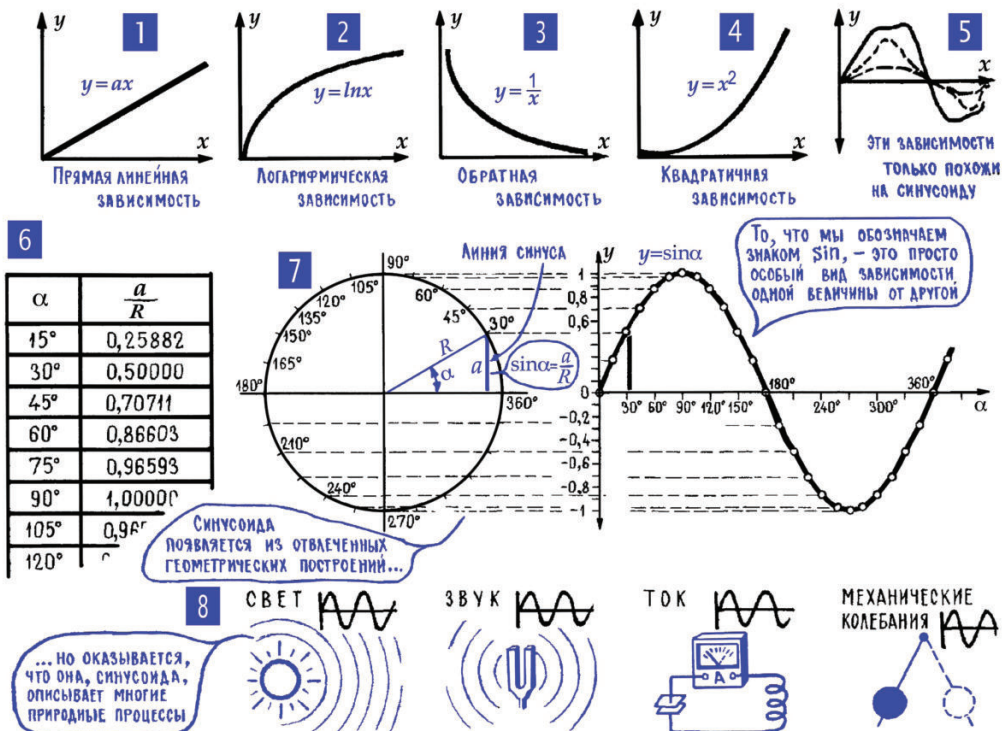

Рис. 6.10. Различные виды зависимостей физических величин
11. Замечательная кривая – синусоида описывает множество самых разных процессов. В мире происходит бесчисленное множество естественных и искусственных процессов, в которых одни какие-нибудь величины зависят от других каких-нибудь величин. Температура звезды зависит от плотности ее вещества, вес зайца – от количества съеденной им травы, скорость автомобиля – от количества сжигаемого бензина, ток в цепи – от ЭДС генератора и т. д. и т. п. Зависимости эти бывают самые разные (рис. 6.10), в том числе и описываемые чрезвычайно сложными уравнениями. Посреди всех возможных зависимостей одной величины от другой особое место занимает та, которую мы называем синусоидальной. Она была открыта очень давно при исследовании некоторых геометрических построений, но потом оказалось, что именно такая синусоидальная зависимость характерна для самых различных природных явлений.
У синусоиды чисто табличное происхождение. Если мобилизовать фантазию, то можно представить себе, как безвестный древний математик нарисовал круг, провел через центр две перпендикулярные оси и, вращая по кругу радиус, стал измерять длину линии a , которую он назвал «линией угла», или, что то же самое, «линией синуса» (рис. 6.0; 7). Свои измерения наш математик свел в таблицу (рис. 6.10; 6), в которой было всего два столбца: угол поворота радиуса α и цифра, показывающая, какую часть от длины радиуса R составляет при данном угле α длина линии синуса a . По этой таблице затем была построена кривая, которую мы и называем синусоидой. Можно, конечно, нарисовать много кривых, похожих на синусоиду (рис. 6.10; 5), но синусоидой называется только одна (рис. 6.10; 7). Именно та, которая в точности соответствует таблице (рис. 6.10; 6).
О замечательных особенностях синусоиды, о том, почему она оказалась столь универсальной, можно написать целые тома: по синусоиде меняется энергия звуковой волны, скорость маятника, отклонение колеблющейся струны, ЭДС в проводнике, который вращается в магнитном поле, и происходят тысячи других процессов (рис. 6.10; 8). Но сейчас нас прежде всего интересует одна особенность синусоидальной зависимости, которую нелегко заметить, если всмотреться в ее график.